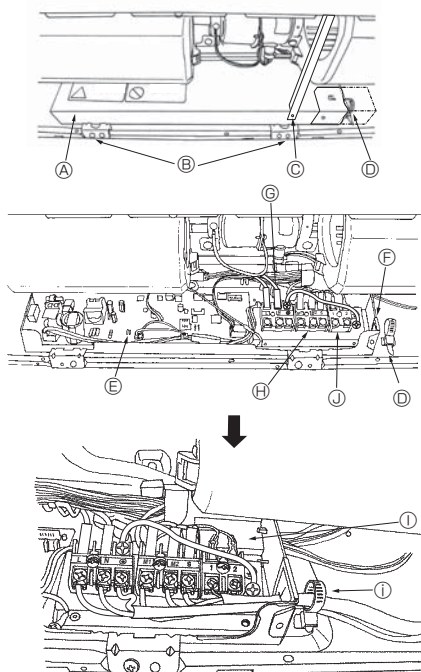

Fig. 6-1
6.1. Cableado eléctrico (Fig. 6-1)
Al usar el controlador remoto cableado (Fig. 6-1)